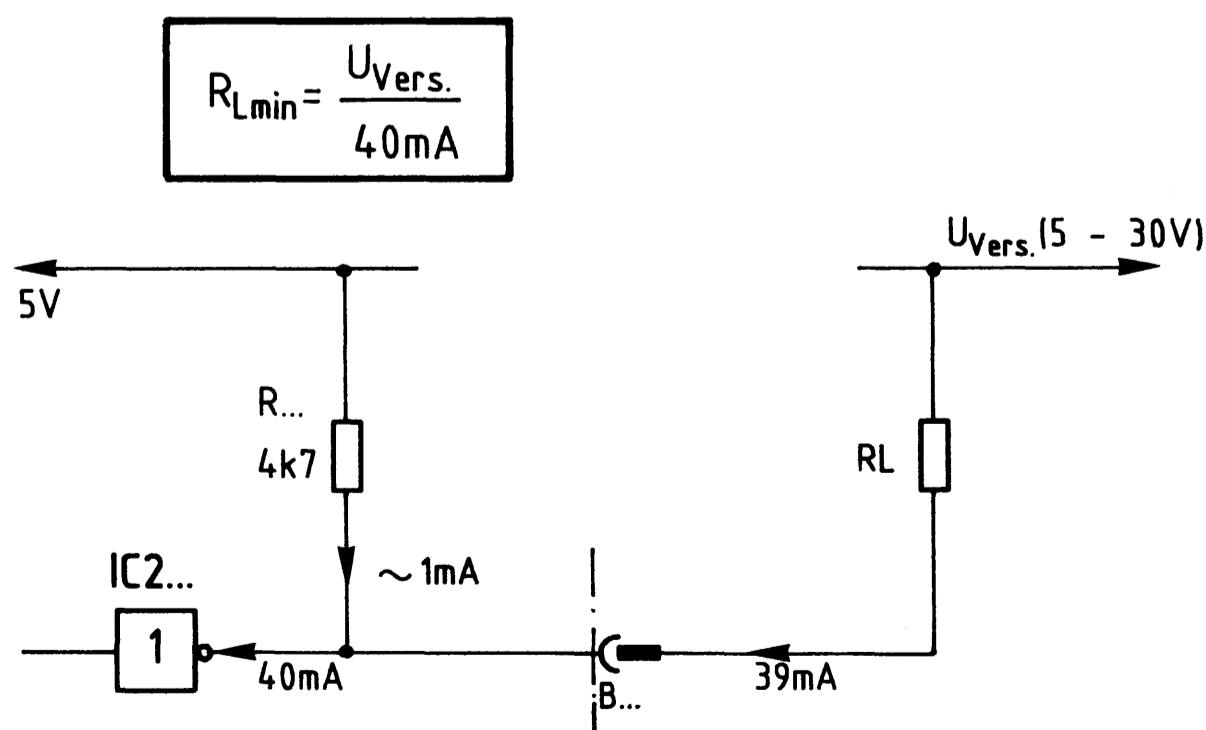

Bild 7: Anschluß von RL, Versorgung mit 5V.
## 2.3.1. Anschluß ohm'scher Lastwiderstände, Versorgung mit 5 V (siehe Bild 7)
2.3.2. Anschluß ohm'scher Lastwiderstände, Versorgung mit  $U > 5$  V (siehe Bild 7)